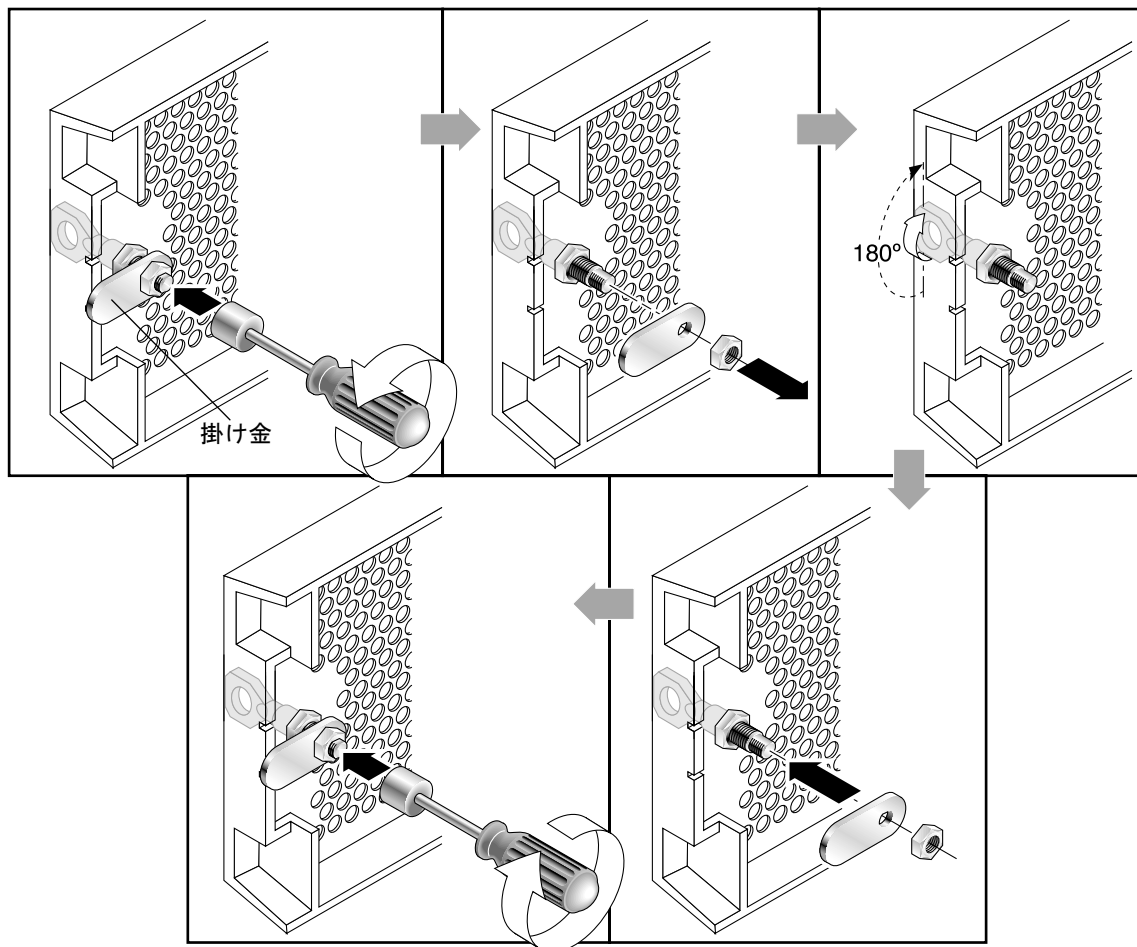

図 1-2 鍵を抜き取ることができないようにするためのステップ順序
1. スイングアームをゆっくり回してイヤースocketからベゼルを取り外します。鍵がロック位置にあることを確認してください。掛け金が水平方向にベゼルの端から飛び出した状態がロック位置です（図 1-2 の最初のパネルを参照）。
2. 鍵が回らないように保持しながら、12 mm か 3/8 インチのナットドライバを使用して、掛け金を固定しているナットを外します（図 1-2 の最初のパネルを参照）。
3. 掛け金を持ち上げて、ロック本体のネジ部から外します（図 1-2 の 2 番目のパネルを参照）。
5. 鍵を使用してロックを 180 度回転します（図 1-2 の 3 番目のパネルを参照）。
6. 掛け金を、外したときと同じ向きで元の位置に戻します（図 1-2 の 4 番目のパネルを参照）。
7. 鍵が回らないように保持しながら、ナット ドライバを使用して掛け金を固定するナットを締めます (図 1-2 の 5 番目のパネルを参照)。ネジ山をつぶさないように注意して締めてください。